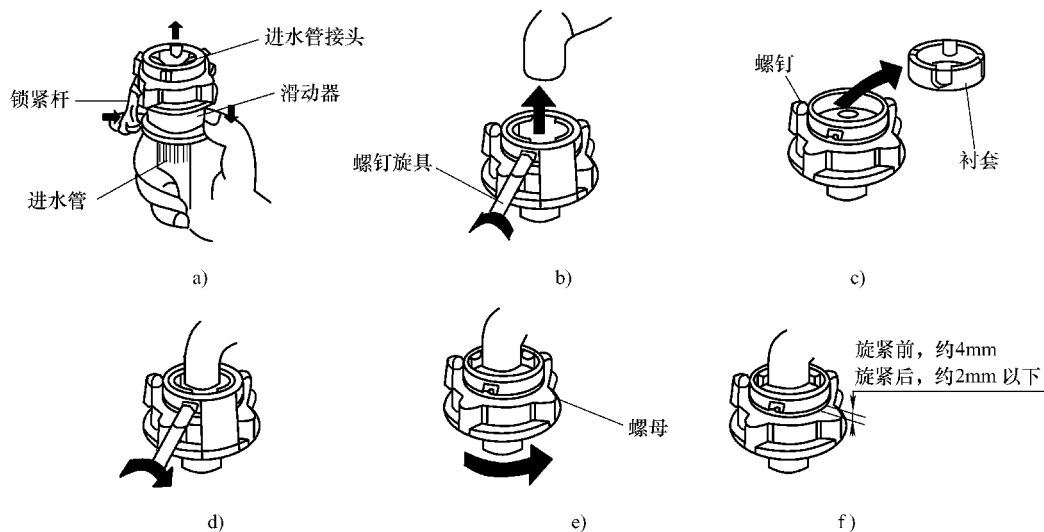

图 3-19 进水管与水龙头安装方法
进水管与水龙头的安装方法如图 3-19 所示，具体安装步骤如下：
- 5) 按图 3-19 所示要求旋紧紧固螺母。